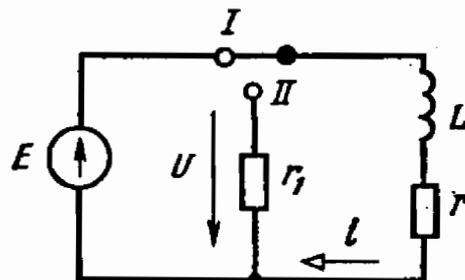

Рис. 7.5
7.5. Катушка, сопротивление которой $r = 4$ Ом и индуктивность $L = 5$ Г, внезапно отключается от сети постоянного тока напряжением $U = 110$ В и замыкается на резистор $r_1 = 6$ Ом (рис. 7.5).
Решение. При нормальной работе катушки, когда переключатель находится в положении I (рис. 7.5), ток